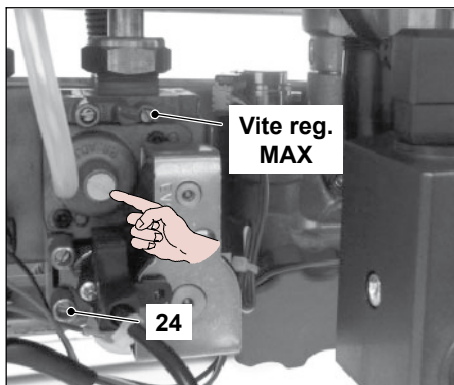

Figura 7.6
- A caldaia spenta (fuori servizio), controllare la pressione di alimentazione utilizzando la presa 24 in Figura 7.6 e confrontare il valore letto con quelli riportati nella tabella Pressioni di alimentazione gas nella sezione "Dati tecnici" pag. 17.
- Per tarare il  $\text{CO}_2$  della caldaia (pressione del gas al bruciatore) svitare il tappo in ottone e agire sulla vite a brugola  $\varnothing$  4 mm Figura 7.6
- Se i due dati non coincidono agire sulla vite regolazione massimo RQ (Figura 7.6) della valvola gas e tarare il  $\text{CO}_2$  allo stesso